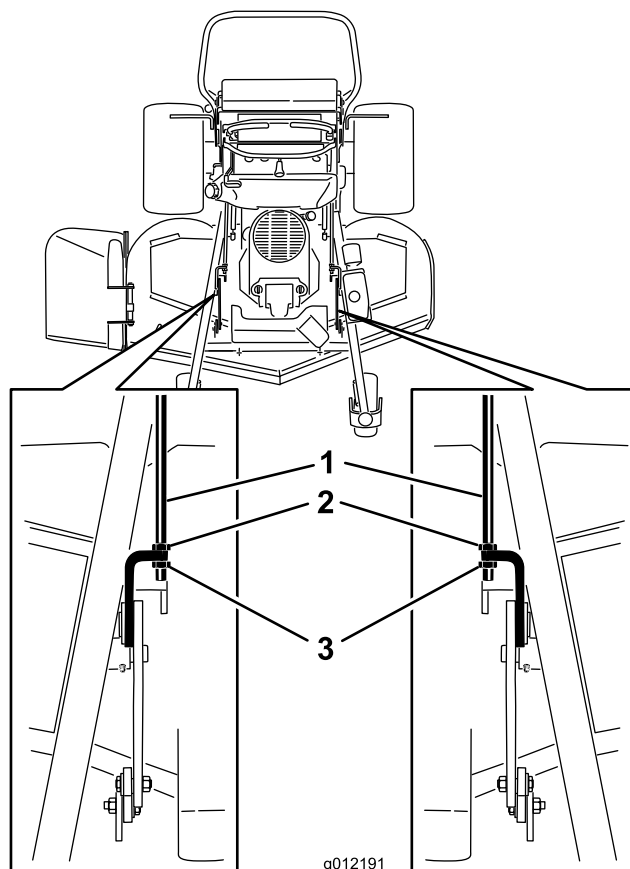

Figura 87
2. Afloje las tuercas delanteras y traseras de las varillas de ajuste (Figura 87).
3. El peso de la carcasa del cortacésped debe descansar sobre los tres listones de madera (Figura 87). El reborde trasero de la carcasa del cortacésped está diseñada para estar 6 mm más bajo que el reborde delantero de la carcasa.
6. Si las dimensiones no son correctas, ajuste las tuercas delanteras y traseras en cada lado hasta obtener la inclinación longitudinal correcta (Figura 87).